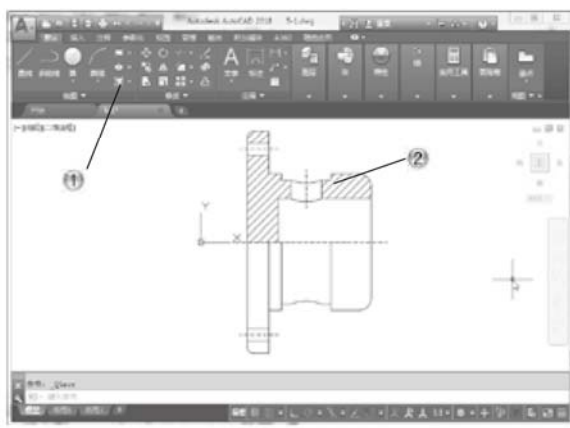

图 5-86
① 单击【默认】选项卡【绘图】面板中的【图案填充】按钮，如图 5-86 所示。
② 在绘图区，选择区域进行填充，这样就完成了接头零件主视图绘制。